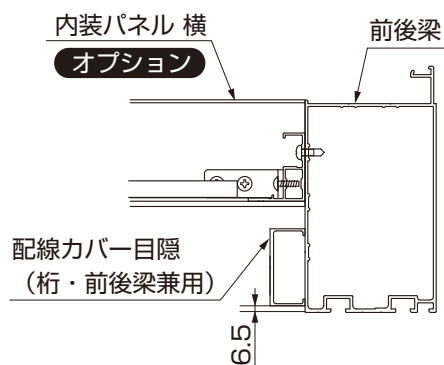

図3-8 内装パネル
①前後梁の配線カバー目隠の取付位置を確認してください。（図3-8参照）